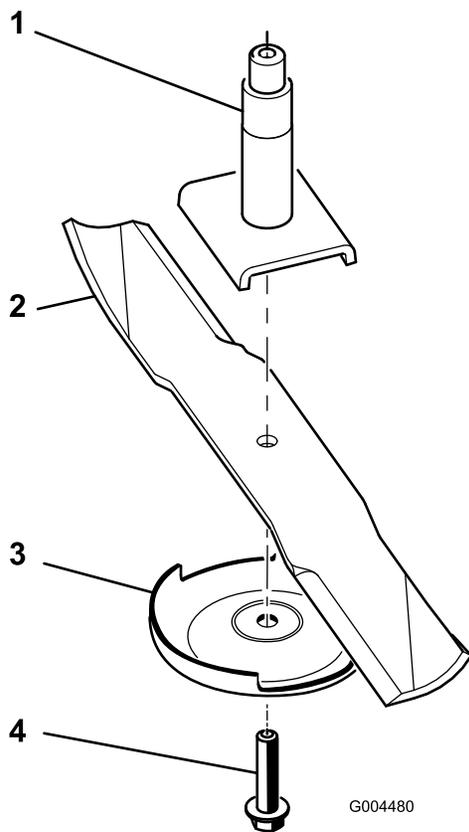

Figure 77
**Remarque:** Si la lame reste horizontale, elle est équilibrée et peut être utilisée. Si la lame est déséquilibrée, limez un peu l'extrémité de l'ailette seulement (Figure 77). Répétez la procédure jusqu'à ce que la lame soit équilibrée.
- Placez la lame sur l'axe (Figure 77).
- Montez la plaque anti-scalp et le boulon de lame (Figure 77).